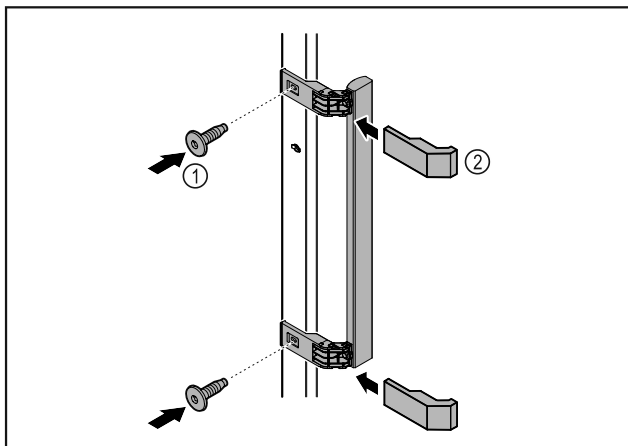

Fig. 46
- ▶ Madlo z příloženého příslušenství upevněte na dveře pomocí příložených šroubů Fig. 46 (1).
- ▶ Nasadte kryt Fig. 46 (2).